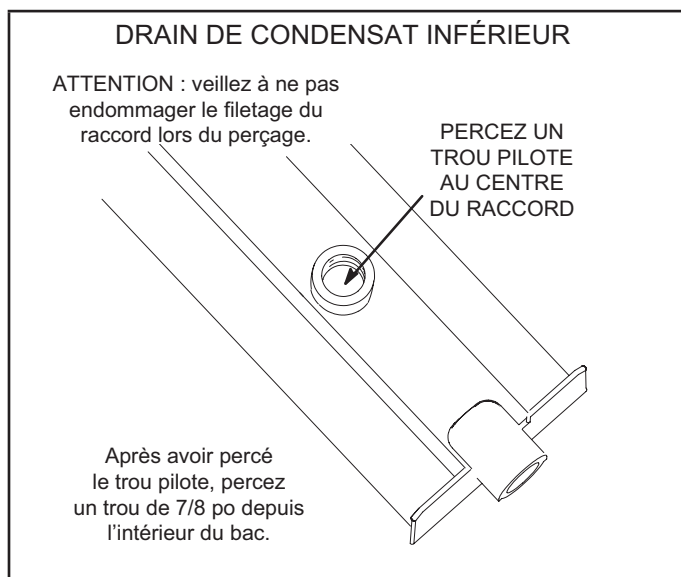

FIGURE 9
- 6 - Retournez le bac de drainage et percez un avant-trou à travers le fond du bac de drainage au centre du raccord. Reportez-vous à la FIGURE 9.